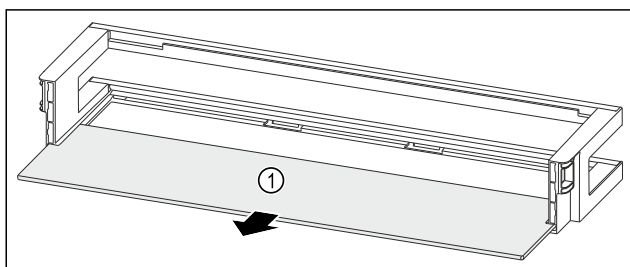

Fig. 171 Balconnet de contre-porte avec tablette de rangement
- Retirer la tablette de rangement Fig. 171 (1).